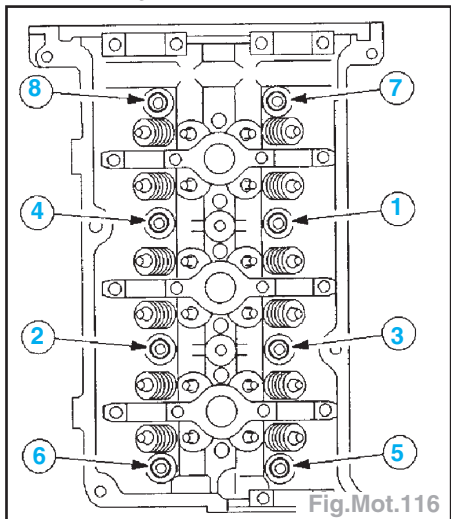

Fig.Mot.116
- Serrage en deux passes dans l'ordre indiqué (Fig.Mot.116) :
- Serrage en trois passes dans l'ordre indiqué (Fig.Mot.116) :